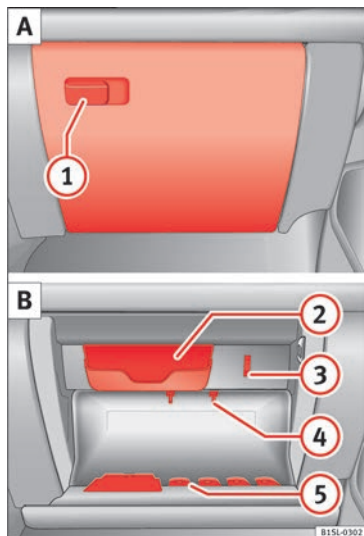

Fig. 58 Portaobjetos con tapa en el lado del acompañante.
Tire de la maneta para **abrir** » **fig. 58 ①**.